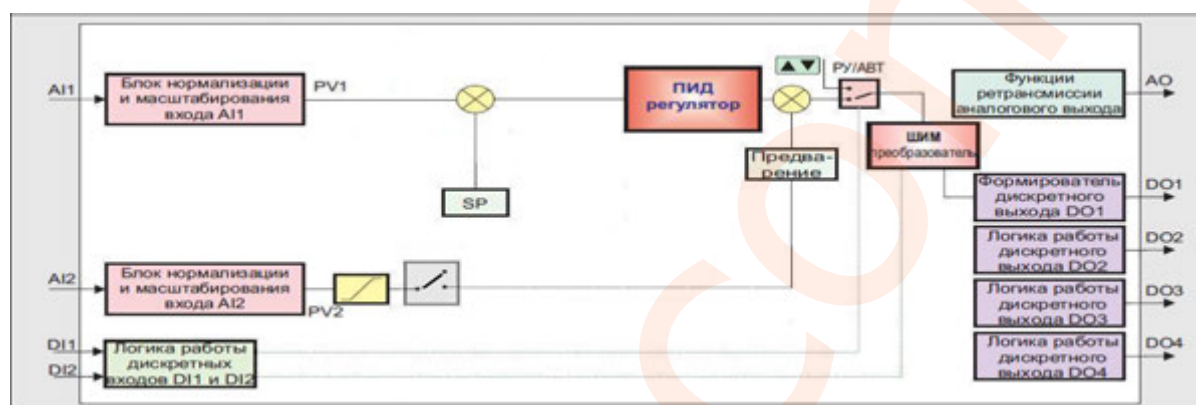

Рисунок 3.4 – Структурная схема ПИД-ШИМ регулятора
- ПИД-ШИМ (рис. 3.4)
1. **Фильтр импульсных помех.** Используется для подавления импульсных помех. Определяется параметром **AIN.05** «Максимальная длительность импульсной помехи». Если в каком либо цикле измерения технологического параметра обнаружено его изменение, то предполагается возможность действия помехи и выходной сигнал формируется (с учетом усреднения измерительных значений) по истечении установленного времени длительности помехи. То есть, если длительность изменения сигнала больше заданного $T_{\text{помехи}}$, то это изменение расценивается как естественное и принимается в дальнейшую обработку с задержкой времени $T_{\text{помехи}}$ (рисунок 3.4). Работа данного фильтра вносит дополнительное транспортное запаздывание в систему регулирования, которое равно величине параметра «Максимальная длительность импульсной помехи». Поэтому всегда нужно стремиться минимизировать данный параметр.